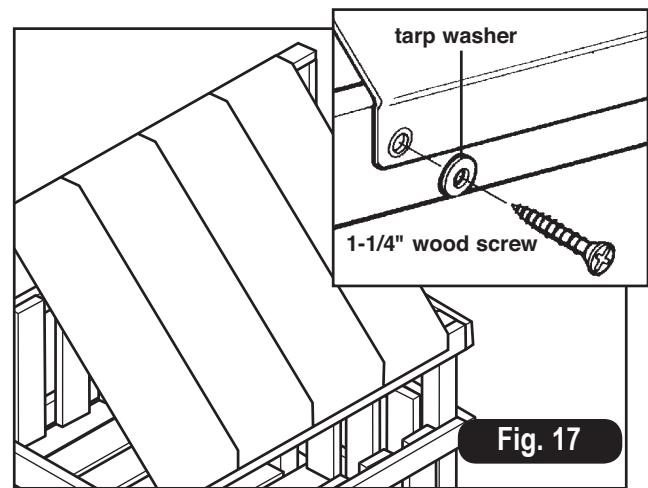

Fig. 17
3. Place the roof over the support. Attach one side using three tarp washers and wood screws (see Fig. 17). Stretch the roof tight and secure the other side with the remaining tarp washers and wood screws.
3. Colocar el techo sobre el soporte. Unir un lado usando tres arandelas para techo de lona y tornillos para madera (ver la Fig. 17). Estirar el techo y asegurar el otro lado con las arandelas y los tornillos para techo de lona sobrantes.
3. Placer le toit sur le support. Fixer un côté à l'aide de trois rondelles à bâche et de trois vis (voir fig. 17). Étirer et tendre la bâche du toit, et fixer l'autre côté à l'aide des rondelles à bâche et des vis à bois restantes.